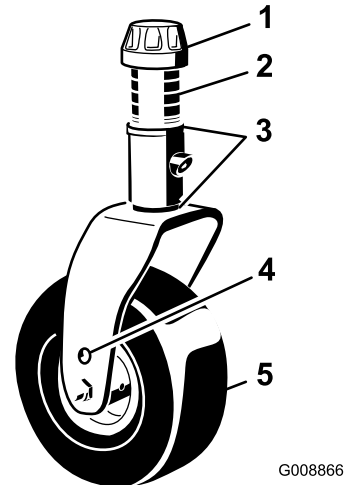

Figure 29
3. Ajoutez ou retirez des cales de 3 mm (¼ po) sur la fourche d'une ou de plusieurs roues pivotantes pour que la hauteur de coupe corresponde à celle indiquée sur l'autocollant (Figure 29); voir Réglage de la hauteur de coupe \(page 28\).